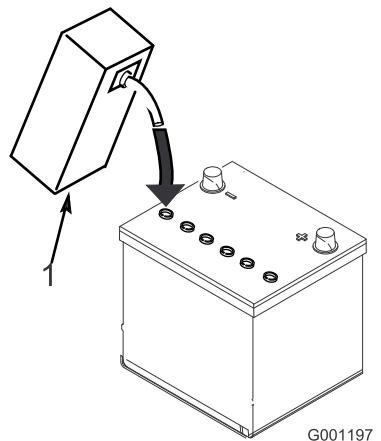

Figura 5
- Riempite con cautela ciascun elemento di elettrolito finché le piastre non sono coperte con circa 6 mm di fluido (Figura 5).
- Attendete circa 20 o 30 minuti perché le piastre assorbano l'elettrolito. All'occorrenza rabboccate finché l'elettrolito non è a circa 6 mm dalla base della tazza di riempimento (Figura 5).